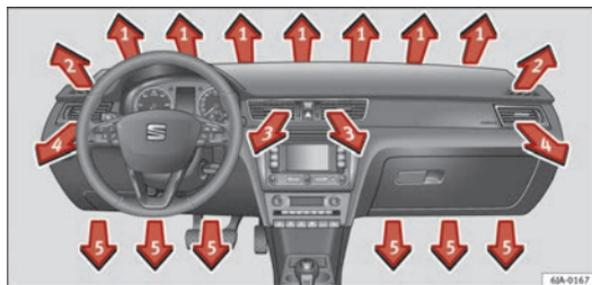
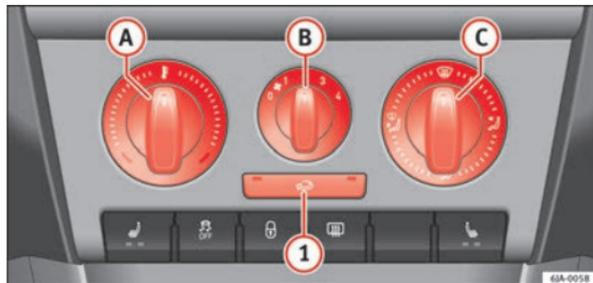

Abb. 96 Luftaustrittsdüsen
Abb. 97 Heizung: Weitere Bedienelemente
- Zur Änderung der Höhe des Luftstroms schwenken Sie den Schieberegler nach oben oder unten. ⇒ Abb. 96.
Die Einstellung des Luftaustritts aus den Düsen erfolgt über den Regler © ⇒ Abb. 97. Die Luftaustrittsdüsen 3 ⇒ Abb. 96 und 4 können Sie einzeln schließen und öffnen.
- Drehen Sie den Drehregler **A** ⇒ Abb. 97 nach rechts, um die Temperatur zu erhöhen.
- Drehen Sie den Gebläseschalter **B** ⇒ Abb. 97 in eine der Positionen 1 bis 4, um das Gebläse einzuschalten.
- Mit dem Luftverteilungsregler **C** ⇒ Abb. 97 regeln Sie die Richtung des Luftaustritts ⇒ Seite 134, Luftaustrittsdüsen.
Sie können alle Bedienelemente mit Ausnahme des Gebläseschalters **B** ⇒ Abb. 97 auf jede beliebige Zwischenstellung einstellen.
- Drehregler Ⓐ ⇒ Abb. 97 ⇒ Seite 135, Ⓑ, Ⓒ und Taste ①.
- Drücke Sie die Taste ① ⇒ Abb. 97 ⇒ Seite 135. Die Kontrollleuchte in der Taste leuchtet auf.
- Drücke Sie erneut die Taste ① ⇒ Abb. 97 ⇒ Seite 135. Die Kontrollleuchte in der Taste erlischt.
Wenn die Luftaustrittsdüse Ⓒ ⇒ Abb. 97 ⇒ Seite 135 auf die Position gestellt ist, schaltet sich der Umluftbetrieb automatisch aus. Sie können den Umluftbetrieb in dieser Position wieder einschalten, indem Sie die Taste drücken. ▶